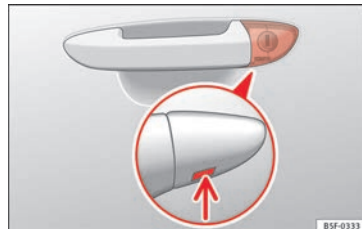

Fig. 3 Manecilla de la puerta del conductor: Bombín de cierre oculto.
- Introduzca el espadín en la abertura inferior de la tapa de la manecilla de la puerta del conductor » » » **fig. 3** (flecha) y retire la tapa de abajo hacia arriba.